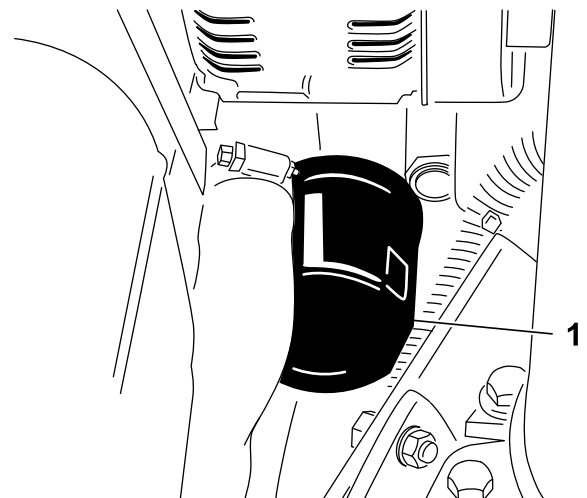

Figura 36
3. Retire el filtro de aceite (Figura 36).